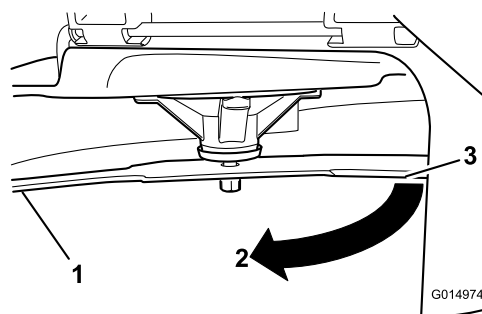

Figura 45
4. Gire la misma cuchilla 180 grados de manera que el otro extremo esté en la misma posición (Figura 45).